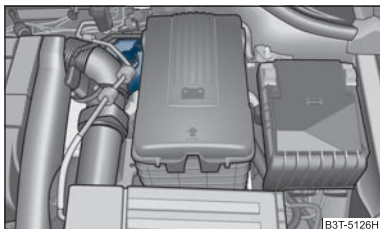

Fig. 188 Compartimentul motor: Rezervorul de lichid de frână
- Verificați nivelul lichidului de frână din rezervor ⇒ fig. 188. Nivelul trebuie să se găsească între marcasele „MIN” și „MAX”.